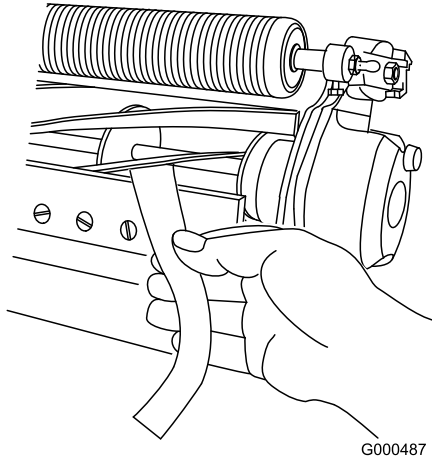

図 5
11. 切れ味確認用のペーパートロのパーツ番号 125-5610を一枚、リールと下刃との間に、下刃に対して直角になるように差し入れて、カッティングユニットの切れ味をテストする **図 5**。ゆっくりとリールを回転させるこれで紙が切れば合格である。